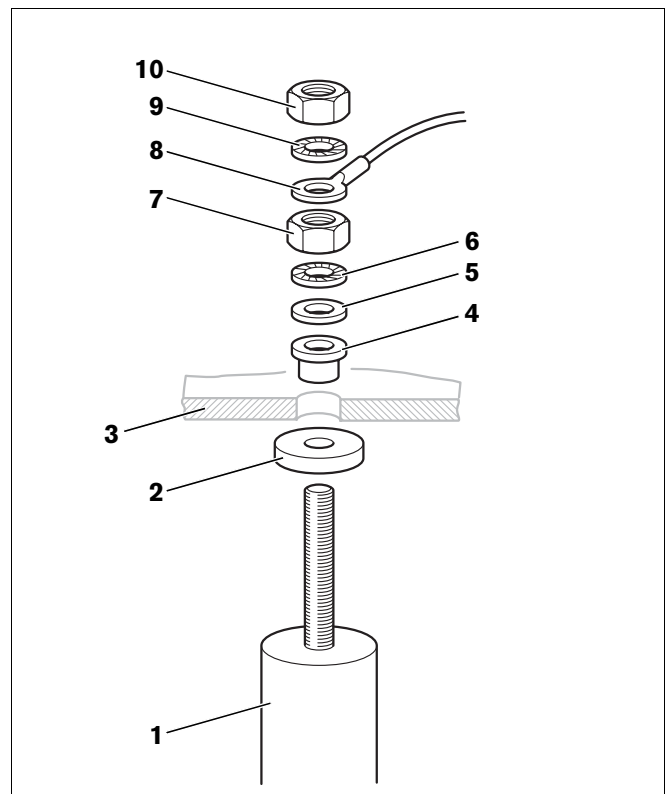

Fig. 15 Remplacer l'anode au magnésium
- Contrôler la dégradation de l'anode au magnésium (fig. 15, **pos. 1**). Remplacez l'anode lorsque le diamètre est réduit à env. 15 – 10 mm.
- Dévisser l'écrou M8 (fig. 15, **pos. 10**) pour détacher l'anneau du câble de raccordement à la masse (fig. 15, **pos. 8**).
- Dévisser l'écrou M8 (fig. 15, **pos. 7**).
- Retirer le couvercle de la trappe de visite (fig. 15, **pos. 3**) de l'anode au magnésium (fig. 15, **pos. 1**).
- Monter la nouvelle anode au magnésium avec les pièces jointes à la livraison, comme représenté dans la figure 15.